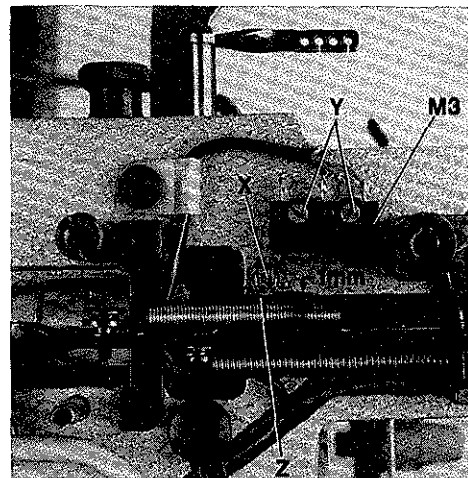

Fig. 60
For setting the micro switch (M3, Fig. 60), the piston of the air cylinder must be retracted. In this position the roller lever (X) of switch should rest in center of the surface of bracket (Z) on piston rod of air cylinder and still have an end play of approx. 1 mm (.040 in.) upwards (see Fig. 60).
Zur Einstellung des Mikroschalters (M3, Fig. 60) muß der Kolben des Luftzylinders eingefahren sein. In dieser Stellung soll der Rollenhebel (X) des Schalters mittig auf der Fläche des Winkelstückes (Z) an der Kolbenstange des Luftzylinders aufliegen und noch etwa 1 mm Spiel nach oben haben (siehe Fig. 60).